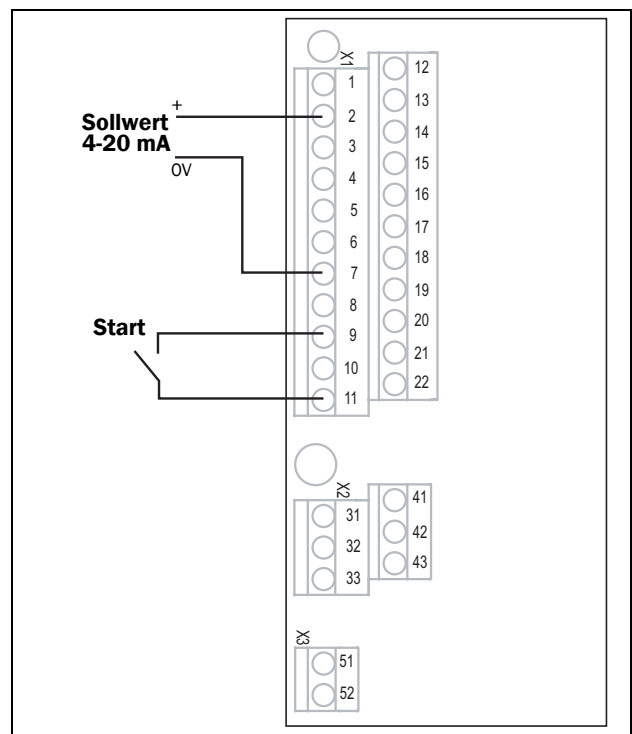

Abb. 74 Anschluss-Verkabelung
2. Es ist ein Referenzwert zwischen den Klemmen 7 (Common) und 2 (AnIn 1) anzuschließen, siehe Abb. 74 .
3. Ein externer Schalter ist zwischen den Klemmen 11 (+ 24 V DC) und 9 (DigIn1, RUNR) anzuschließen, wie in Abb. 74 dargestellt.
15. Die digitalen und analogen Ein-/Ausgänge gemäß Abb. 74 anschließen.